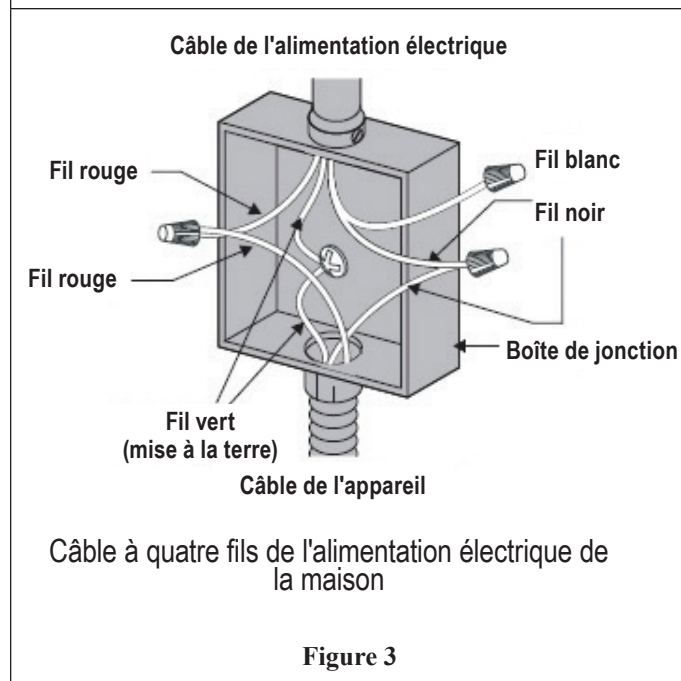

Figure 3
- Utilisez le câble à 4 fils de l'alimentation domestique là où les codes locaux n'autorisent pas la mise à la terre via le neutre. Reportez-vous à la figure 3.